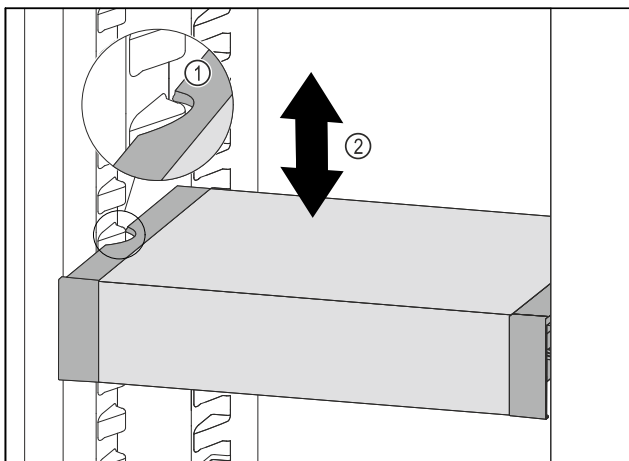

Fig. 109
- ▶ Потягнути VarioSafe вперед, поки бокові заглиблення VarioSafe не опиняться на рівні ребра для резервуара в охолоджувальному відділенні. Fig. 109 (1)
- ▶ Пересувайте VarioSafe вгору або вниз в охолоджувальному відділенні до тих пір, поки не досягнете бажаної висоти. Fig. 109 (2)